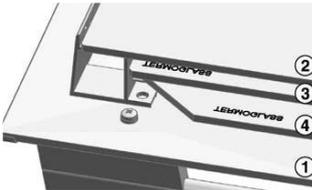

图 32
5. 高温热解烤箱，印在第 3 号和第 4 号玻璃上的隔热玻璃 (TERMOGLASS) 的标识必须如图 32 中可见。